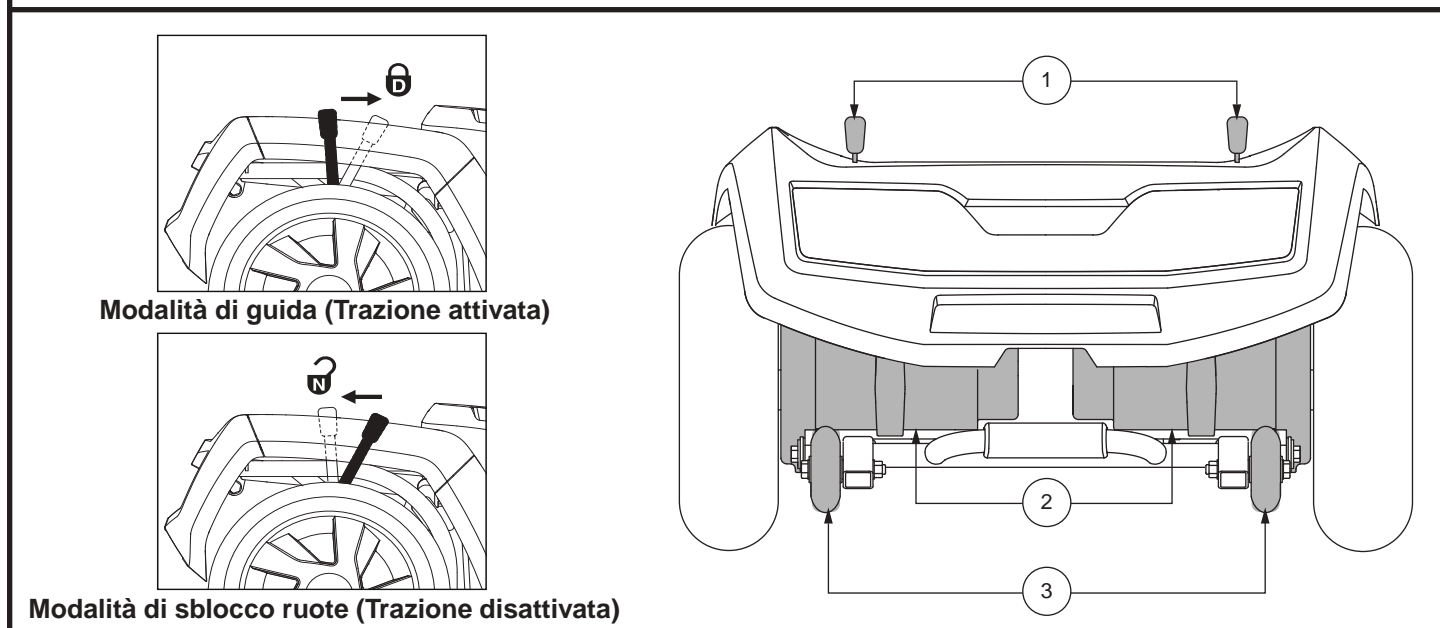
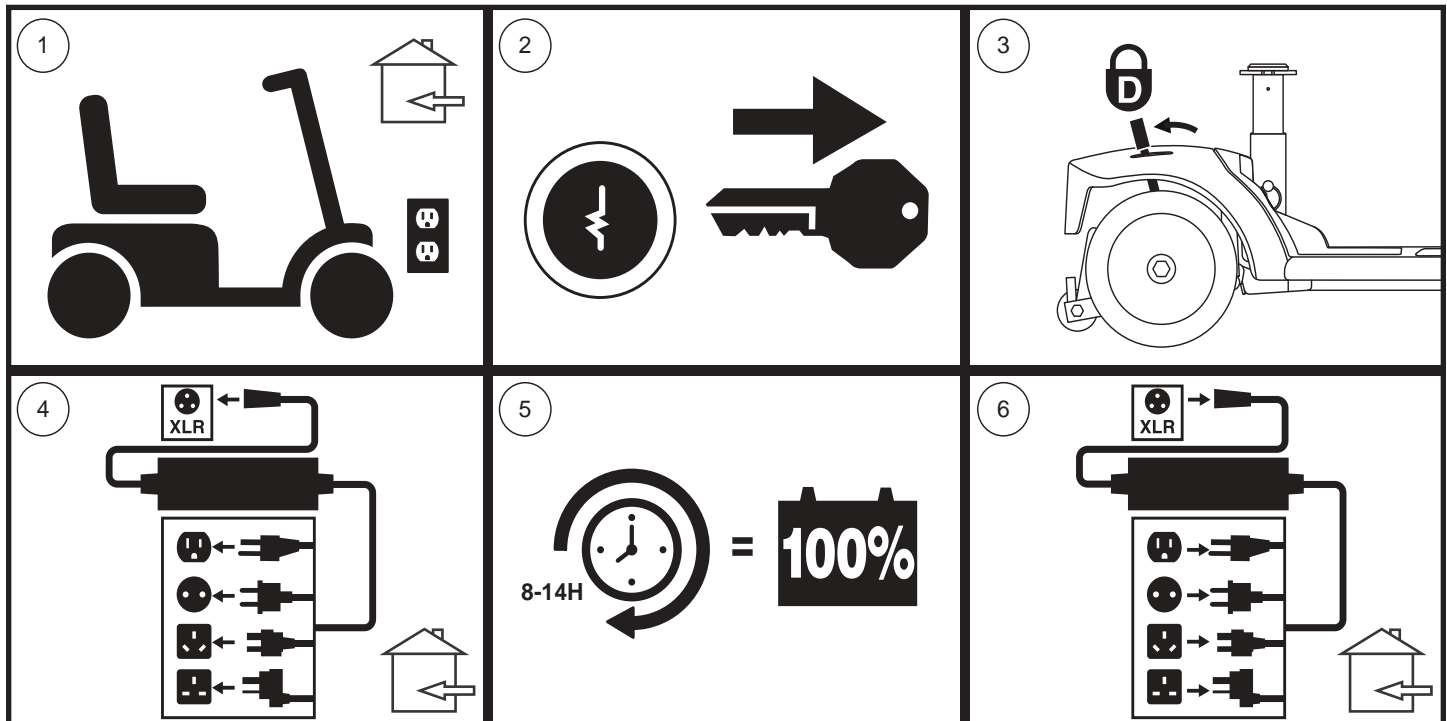

Figura 7. Sezione posteriore -710ZT
Figura 12. Schema delle procedure di ricarica della batteria
La miniscoter è dotata di leva di sblocco ruote manuale su ciascun motore. Le leve di sblocco ruote manuale consentono di disattivare il freno del motore per manovrare manualmente la miniscoter. **Vedere figura 7.**
1. Individuare le leve nella parte posteriore della base elettronica. **Vedere figura 7.**
NOTA: Per il modello 710ZT, le leve di sblocco ruote manuali funzionano nella direzione opposta (vedere figura 7). Pertanto, per la fase 3 della figura 12, le leve devono essere spinte in avanti per attivare la modalità di guida.